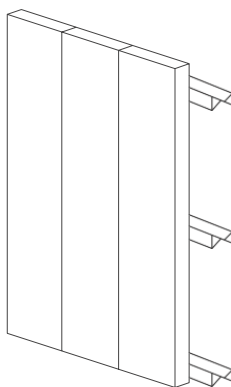

Рис. 22
- установить первую панель в проектное положение, панель должна быть установлена строго вертикально Рис. 22;